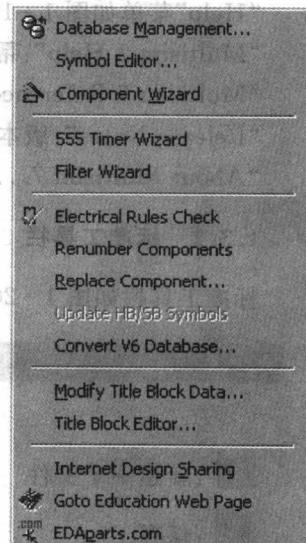

图 1-15 “Tools”菜单
- “Tools”菜单如图 1-15 所示。各项功能说明如下：